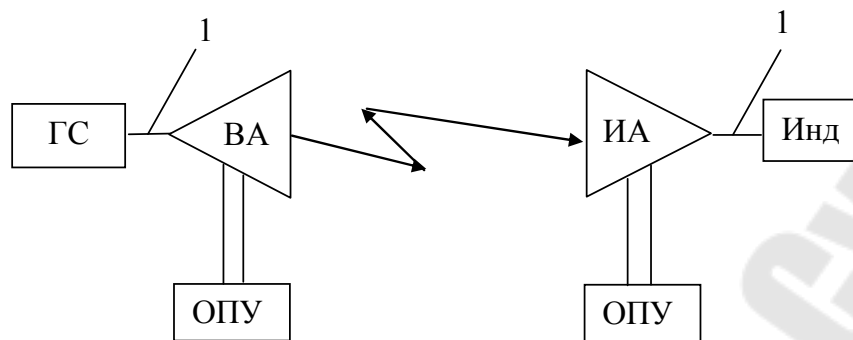

Рис. 2.5. Блок-схема экспериментального стенда
Измерения выполняются с помощью схемы, приведенной на рис.2.5.
1. Собрать стенд для измерения диаграммы направленности ферритовой антенны (рис.2.5). Включить измерительные приборы и дать им прогреться. Установить частоту сигнала на выходе генератора, для которой выполнялся расчет характеристик антенны.